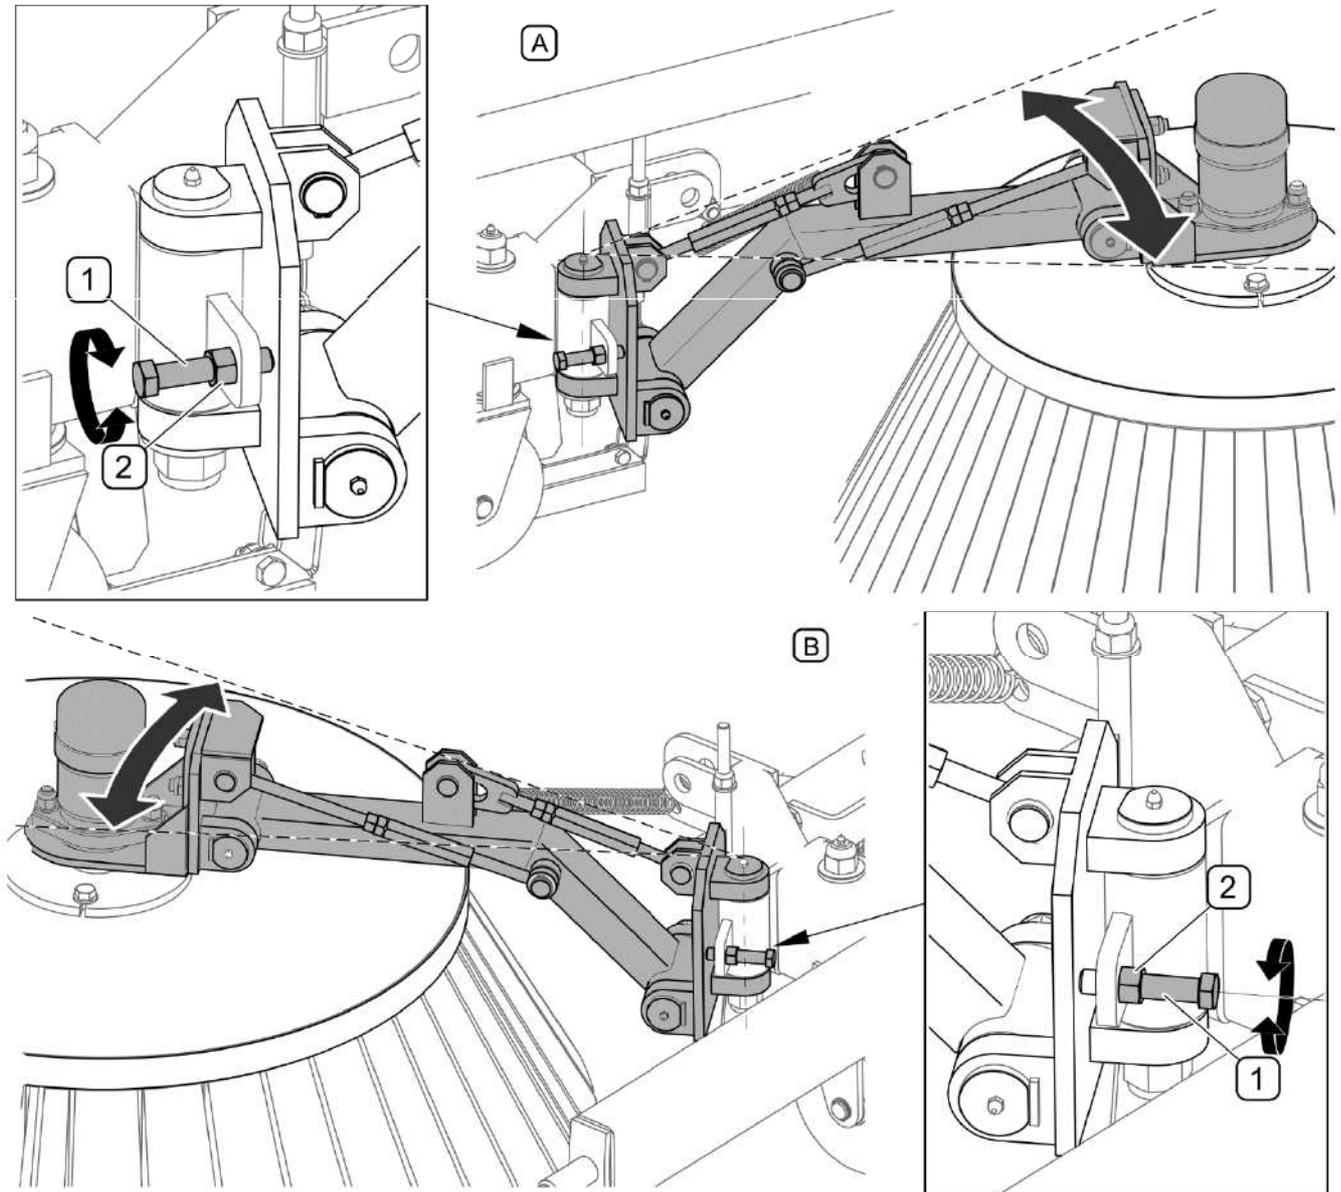

FIGURE 5.9 Le réglage du débattement latéral des brosses
- 4) Le réglage du débattement latéral des brosses (FIGURE 5.9)
Pendant le travail, les brosses – droite (A) et gauche (B) débattent à l'extérieur de la machine (FIGURE 5.9) et après le soulèvement du groupe de balayage, les bras des brosses se déplacement vers l'intérieur de la machine grâce aux ressorts de tension. La portée du
Pour procéder au réglage du débattement des brosses (FIGURE 5.9) il convient: